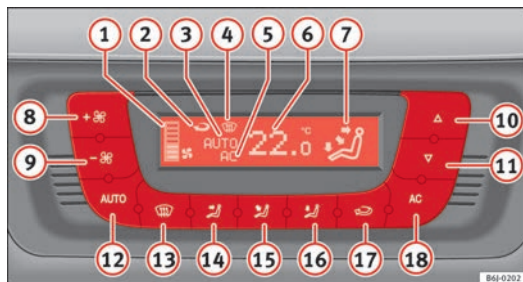

Fig. 103 Sur la planche de bord : éléments de commande du Climatronic
- Appuyez sur les touches 10 et 11 ⇒ fig. 103 pour régler la température.
- ① Indicateur de position du ventilateur.
- ② Indicateur de la fonction de recyclage de l'air ambiant
- ③ Position **AUTO** (Fonctionnement automatique)
- ④ Position de désembuage
- ⑤ Position AC (Climatisation connectée)
- ⑥ Indicateur de la température intérieure sélectionnée
- ⑦ Indicateur de la direction du flux d'air
- ⑧ Augmentation de la vitesse du ventilateur
- ⑨ Diminution de la vitesse du ventilateur
- Appuyez sur la touche **AUTO**. L'afficheur indique $\Rightarrow$ fig. 103 **7**.
- Appuyez sur les touches **10** et **11** $\Rightarrow$ fig. 103 pour régler la température souhaitée dans l'habitacle. Nous vous recommandons une température de 22°C (72°F).
- Appuyez sur l'une des touches $\Rightarrow$ fig. 103 **14** à **16** ou appuyez sur le régulateur du ventilateur **8** et **9**. L'indication **3** s'éteint.
Le ventilateur peut être réglé à l'aide des touches **8** et **9** $\Rightarrow$ fig. 103. Lorsque le ventilateur est éteint (l'écran n'affiche aucune position **1**) et que vous continuez à appuyer sur la touche **9**, le Climatronic s'éteint. Dans un tel cas **OFF** apparaîtra à l'écran.
- Appuyez sur la touche  pour activer ou désactiver le mode recyclage de l'air ambiant. Il est connecté si le symbole  ⇒ fig. 103 s'affiche à l'écran.